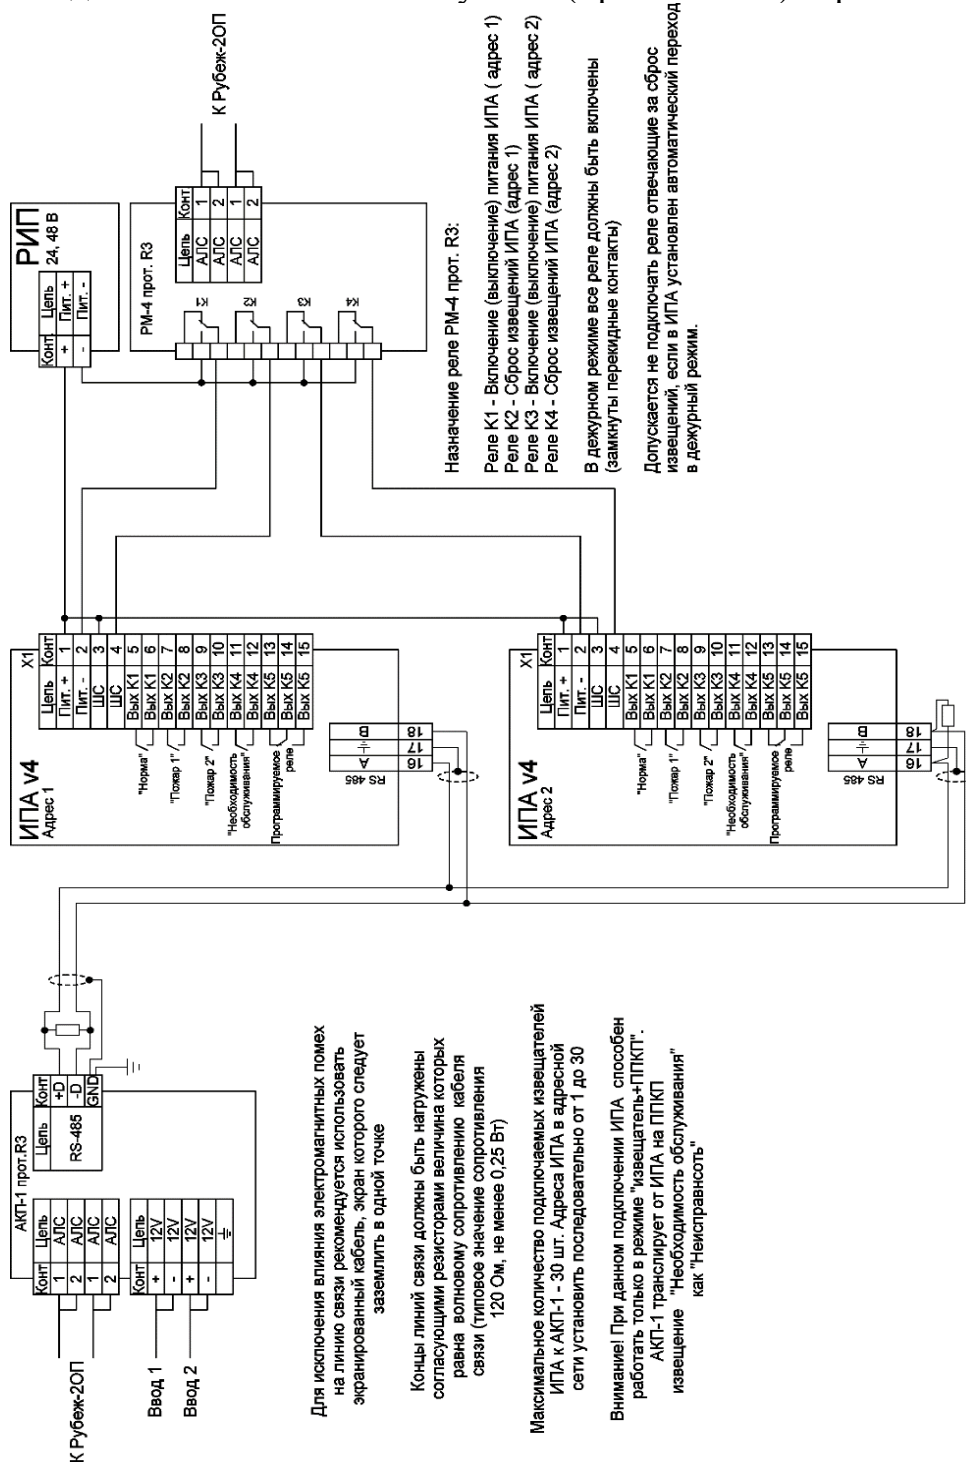

Рисунок 11 - Схема подключения к системе «Рубеж»
20.3 Схема подключения к системе «Рубеж» (протокол R3) через АКП (рисунок 11).